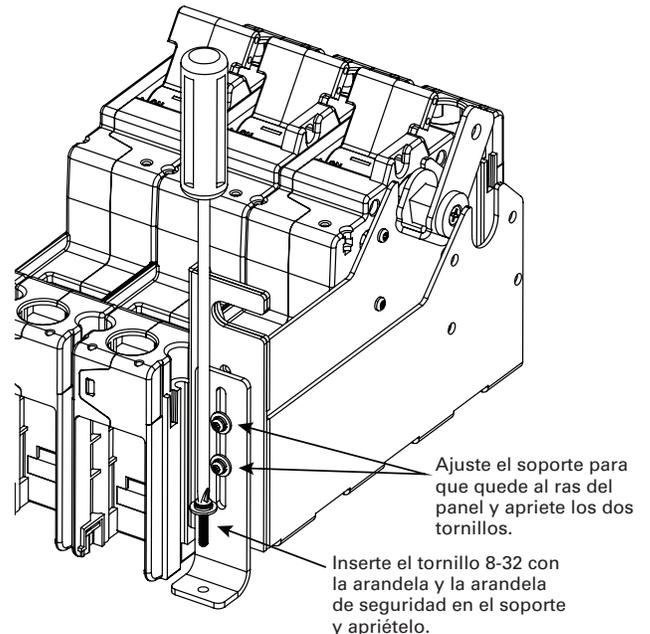

Fig. 1-8. Instalar el soporte a la pared del panel.
Paso 9. Una vez instalado el interruptor, asegure el soporte a la pared del panel, marcando, taladrando y roscando un orificio 8-32 para el tornillo de montaje (vea la Fig. 1-8). Afloje los tornillos que sujetan el soporte al marco del mecanismo, coloque el soporte, instale el tornillo 8-32, la arandela 8-32 y la arandela de seguridad 8-32, y apriételos a la pared del panel posterior. Para finalizar, apriete los dos tornillos que sujetan el soporte al marco del mecanismo.